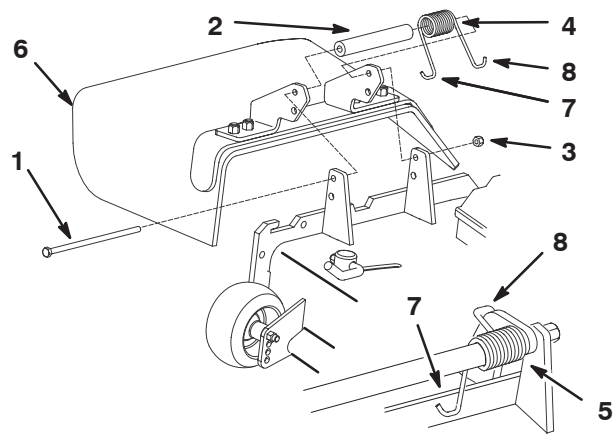

Bild 1
1. Legen Sie das Distanzstück und die Feder zwischen die Ablenkblechhalterungen (Bild 1). Positionieren Sie das linke Hakenende der Feder hinter der Kante des Mähwerks.
Hinweis: Stellen Sie sicher, dass sich das linke Hakenende der Feder hinter der Mähwerkkante befindet, bevor Sie die Schraube einführen, siehe Bild 1.
2. Setzen Sie die Schraube und Mutter ein. Legen Sie das rechte Hakenende der Feder um das Ablenkblech (Bild 1).